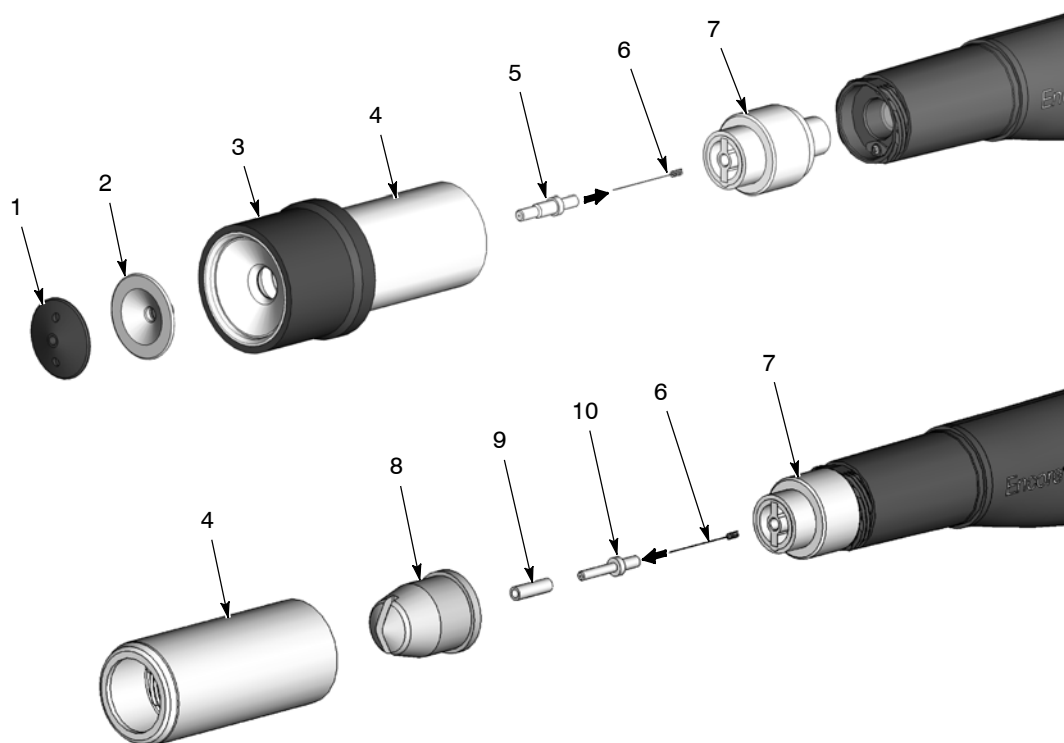

Figura 7 Schimbarea de la duza de pulverizare conică la plată sau de colț
Vezi Figura 7. Pentru a schimba de la duza conică standard la o duză de pulverizare plată sau de colț, trebuie să comandați:
3. Vezi Figura 7. Desfaceți duza de pe pistolul: